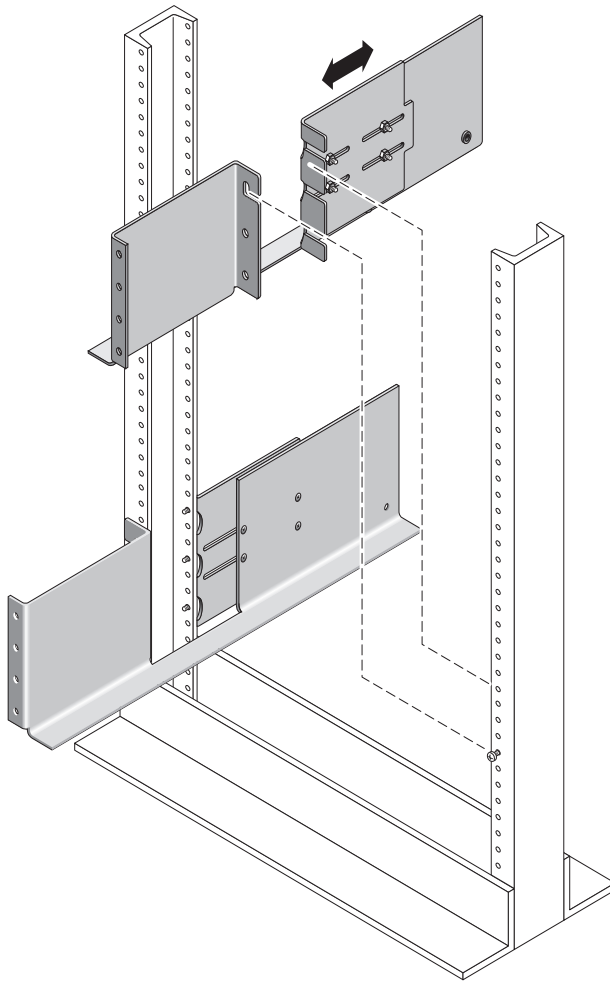

FIGURE C-2 Placement des rails de montage sur les vis avant et arrière
2. Alignez la fente du rail de montage gauche sur les vis avant et arrière du montant gauche et appuyez sur le rail jusqu'à ce qu'il soit logé sur les vis (voir FIGURE C-2). Répétez l'opération pour le rail droit.